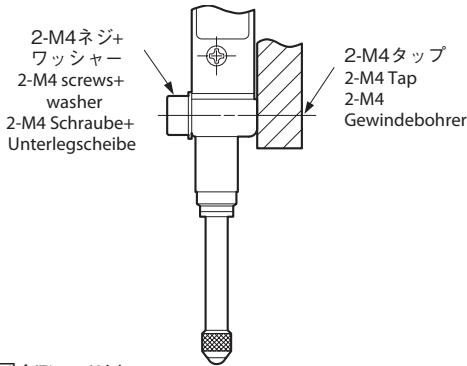

図4/Fig. 4/Abb. 4
- 測長ユニットは、取付け用穴を使用して取付けてください。(図4,5)
- Mount the measuring unit using the mounting holes. (Figs. 4 and 5)
- Verwenden Sie die Montagelöcher zum Befestigen des Messtasters. (Abb. 4 und 5)